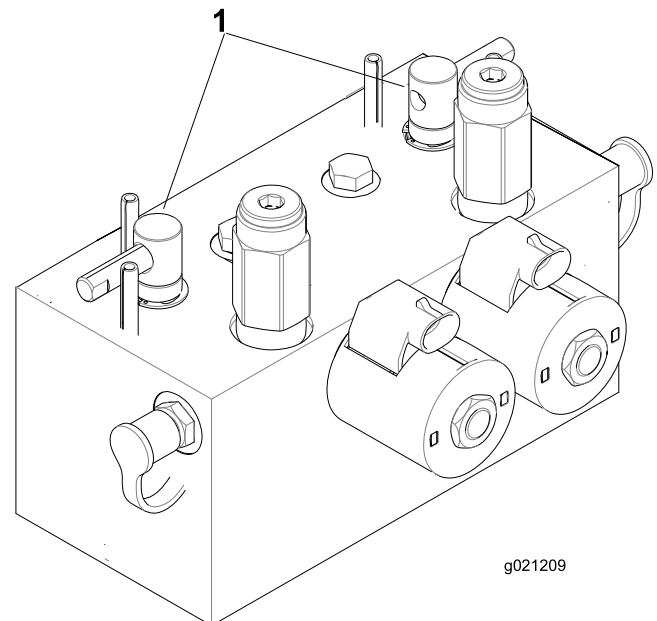

Figura 97
2. Sbloccate il sedile ed alzatelo per esporre le leve di lappatura (Figura 97).
5. Selezionate le leve di lappatura anteriore, posteriore o entrambe per stabilire gli elementi da lappare (Figura 97).